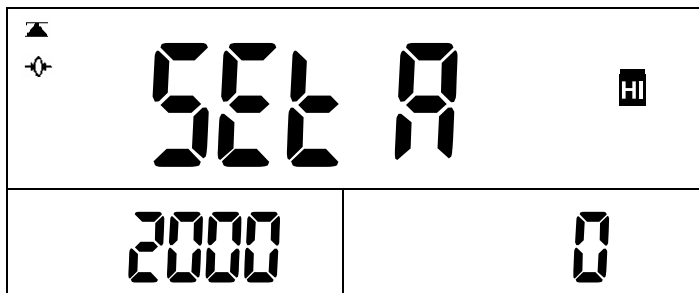

图 15
②输入预设上限值（可用**清除**键删除所输数据，再用数字键重新输入）。(图 15)